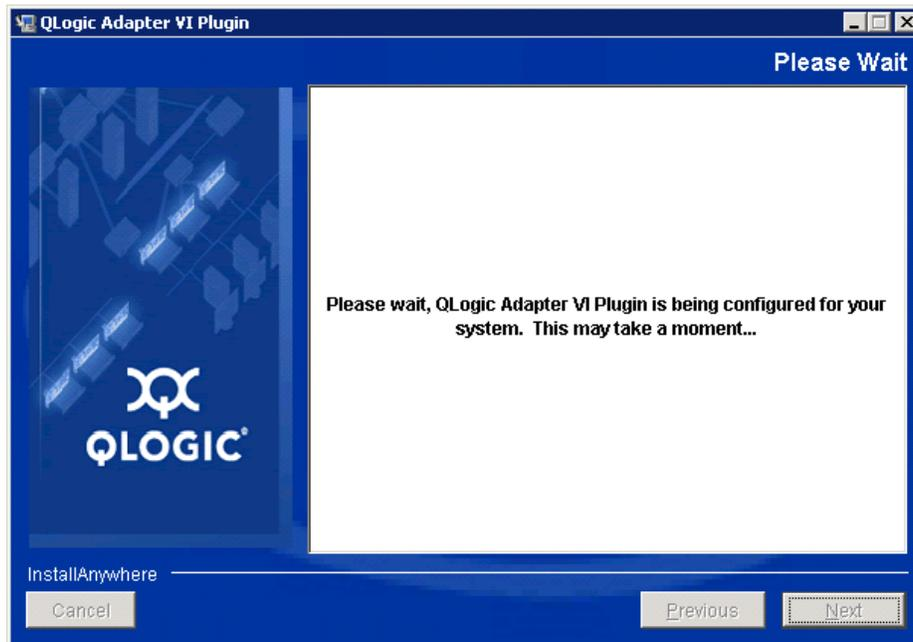

Figure 2-15. Configuration de QConvergeConsole VMware vCenter Server Plug-in
9. Attendez que l'Assistant ait terminé la configuration du plug-in, (voir Figure 2-15).